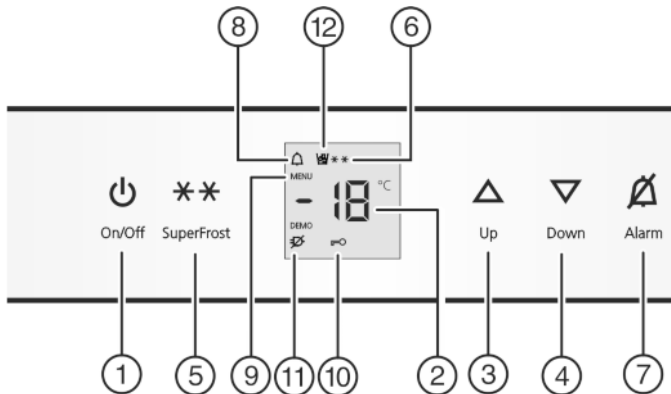

Fig. 2
- ▶ нажмите кнопку On/Off Fig. 2 (1).
- ▶ Активация режима настройки: удерживайте кнопку SuperFrost Fig. 2 (5) прикл. 5 секунд.
- ▷ Символ меню Fig. 2 (9) горит.
- ▶ Коротко нажмите кнопку SuperFrost Fig. 2 (5) для подтверждения.
- ▶ Для включения защиты от детей коротко нажмите клавишу SuperFrost Fig. 2 (5).
- ▷ Символ "Защита от детей" Fig. 2 (10) горит. На индикации мигает **с**.
- ▶ Для выключения защиты от детей коротко нажмите клавишу SuperFrost Fig. 2 (5).
- ▷ Символ защиты от детей Fig. 2 (10) гаснет. На индикации мигает **с**.
- ▶ Выход из режима настройки: нажмите кнопку On/Off Fig. 2 (1).
- ▶ Нажмите кнопку Alarm Fig. 2 (7).
Одновременно мигает индикация температуры и символ тревоги Fig. 2 (8).
Звуковой сигнал выключается автоматически, символ аварийного сигнала *Fig. 2 (8)* выключается и индикатор температуры перестает мигать, если температура снова становится достаточно низкой.
- ▶ Нажмите кнопку Alarm *Fig. 2 (7)*.
- ▶ Установка более высокой температуры: нажмите кнопку настройки Up *Fig. 2 (3)*.
- ▶ Установка более низкой температуры: нажмите кнопку настройки Down *Fig. 2 (4)*.